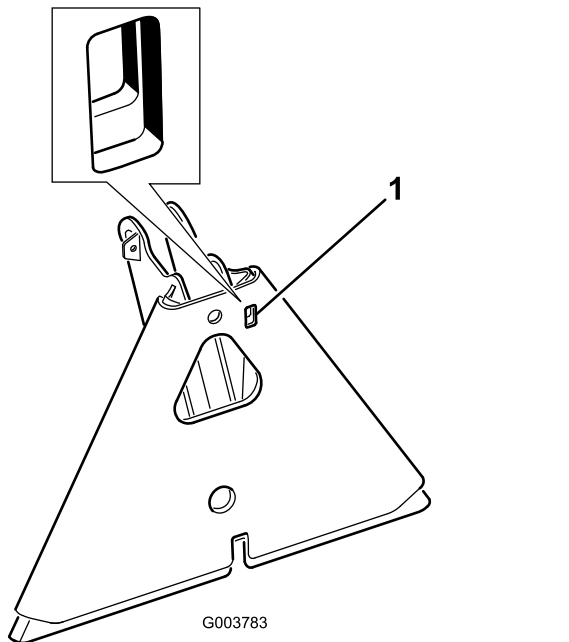

Figura 16
**Nota:** Se l'adattatore dell'attrezzo dovesse bloccarsi sull'adattatore del trattore, inserire una barra o un cacciavite nell'apposita fessura per sbloccare le parti (Figura 16).